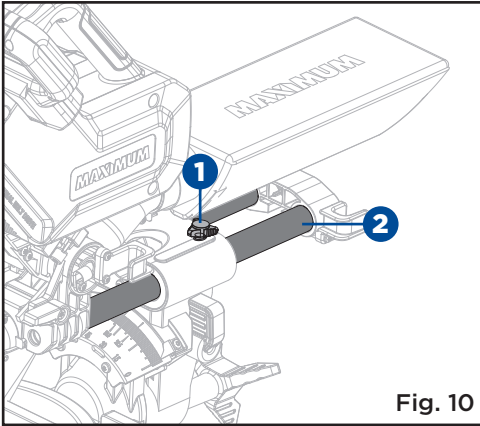

Fig. 10
**DÉVERROUILLAGE DES BARRES COULISSANTES (Fig. 10)**